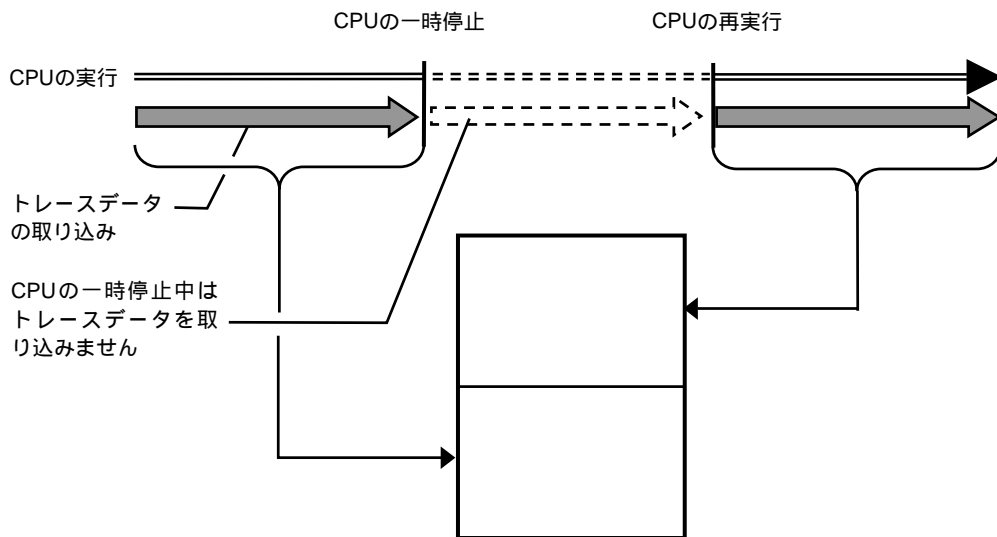

図5 非リアルタイム・モード
**非リアルタイム・モード**は、トレースデータの取りこぼしがないようにするモードです。このモードでは、CPU内のトレースバッファ(FIFO)がフルになった場合、CPUの実行を一時停止し、その後自動的に再開します(図5)。